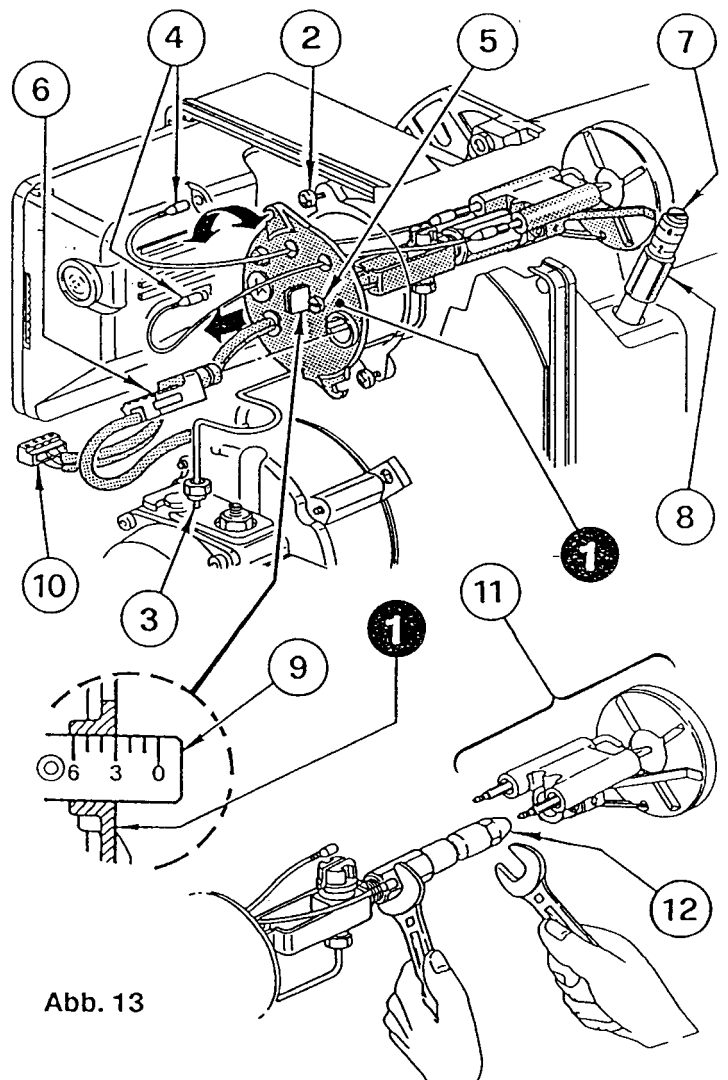

Abb. 13
(Siehe Abb. 13)
- **DIE DÜSE (12) RICHTIG ANSCHRAUBEN UND WIE IN Abb. 13 ABGEBILDET ANZIEHEN.**
(Siehe Abb. 13).